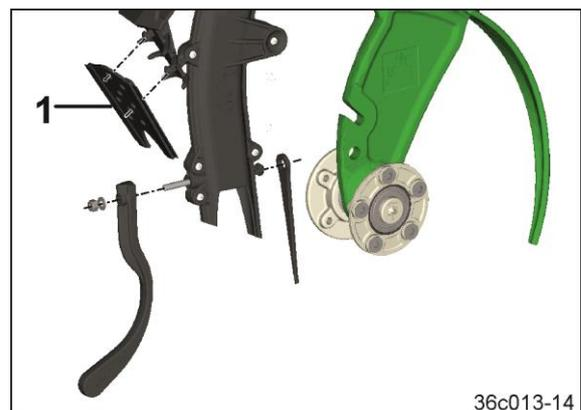

Fig. 493
Prüfen Sie die Innenabstreifer (Fig. 493/1) auf Verschleiß. Verschlissenen Innenabstreifer ersetzen.
1. Innenabstreifer (Fig. 493/1) abziehen und ersetzen.